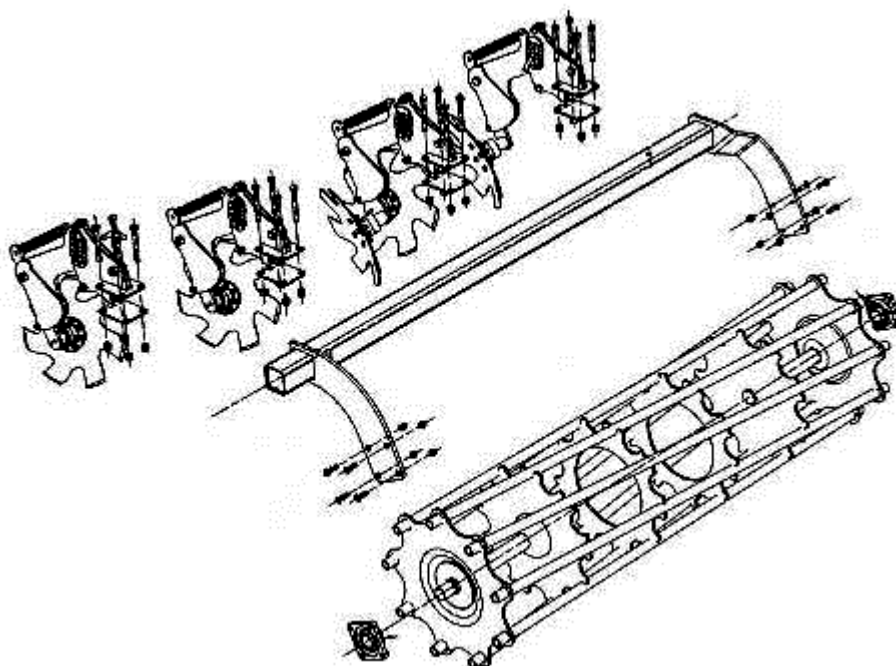
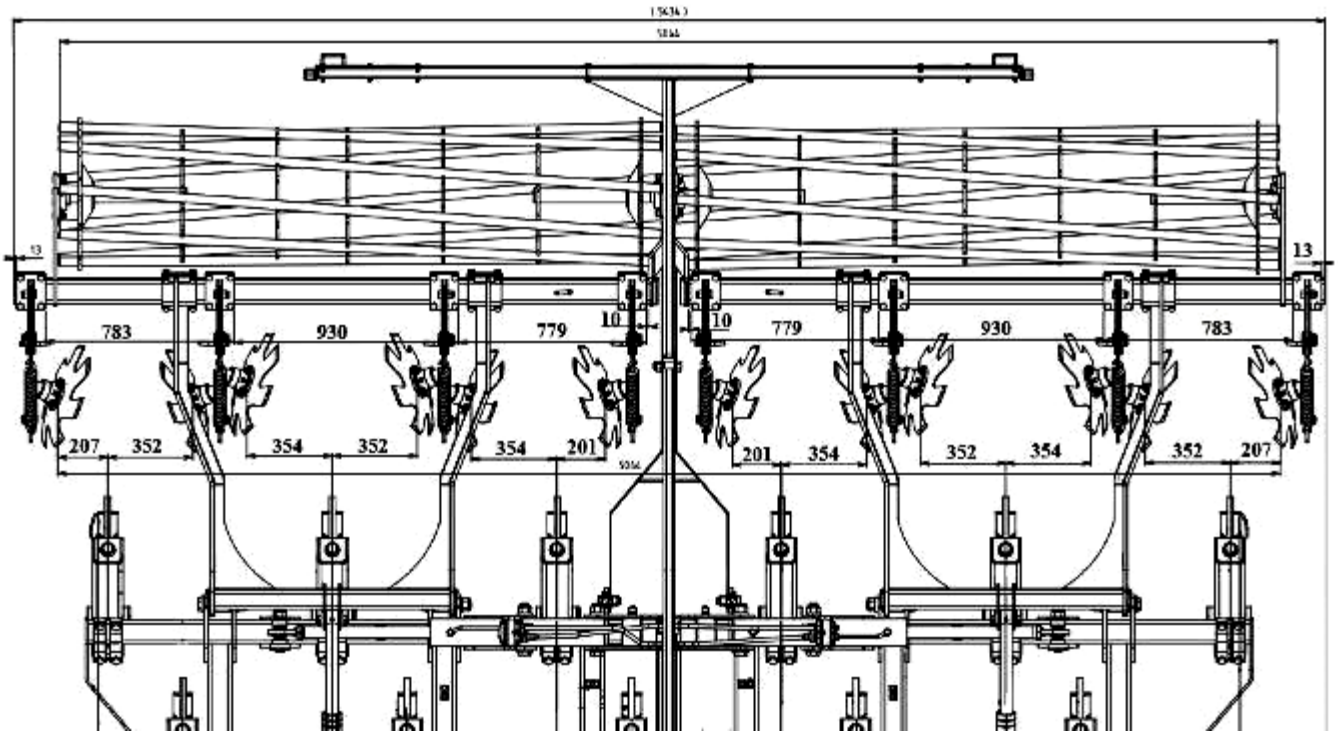

Рисунок 4.
Рисунок 5.
- Смонтировать на катки выравнивающие диски (рис. 4) по схеме (рис. 5).